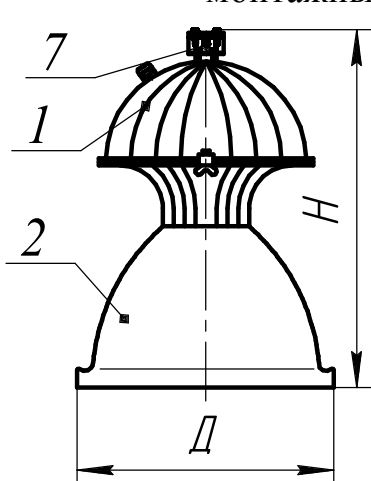

Рисунок 1
6.2 Светильники модификаций: 701, 702 (Рисунок 1, 6).